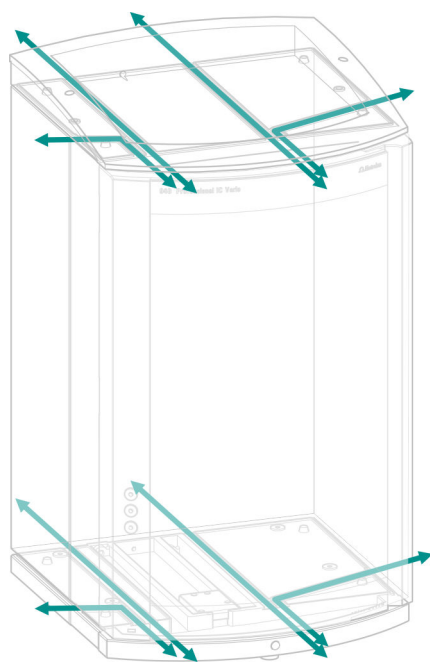

Figure 5 Canaux pour capillaires
- canaux entre l'appareil et le bac de fond ainsi qu'entre l'appareil et le support de flacons (voir Figure 5, page 13)